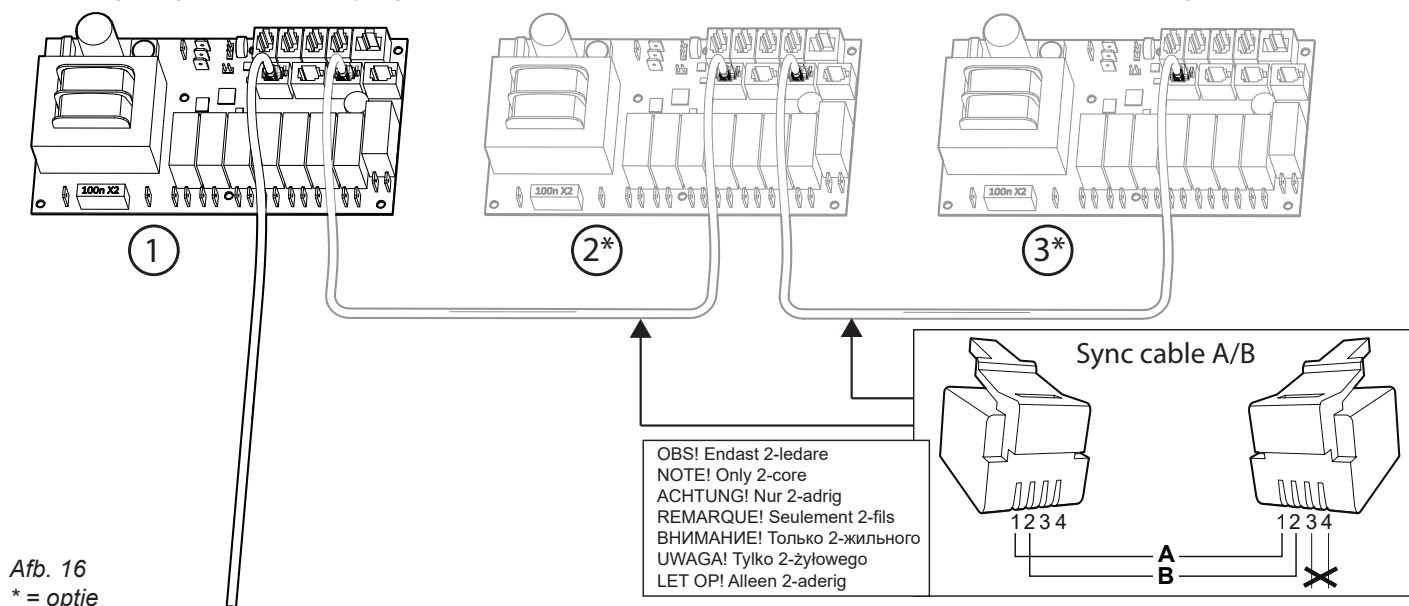

Afb. 15
Wanneer meerdere generatoren met elkaar zijn verbonden, is een ervan ingesteld als 'Primair' (fabrieksinstelling). Deze generator regelt dan de andere generatoren. De overige eenheden worden dan ingesteld als 'Secundair' overeenkomstig de schematische weergave van de DIP-schakelaars in Afb. 15.
3. Selecteer een 'secundaire' stoomgenerator en wijzig de instellingen van de DIP-schakelaar in 'primair' overeenkomstig het desbetreffende type. Raadpleeg Afb. 15. Sluit vervolgens het bedieningspaneel aan op de nieuwe 'primaire' eenheid. Er wordt een nieuwe aanvankelijke instellingsprocedure ('initial setup') verzocht, aangezien de generator niet eerder als 'primair' was ingesteld.